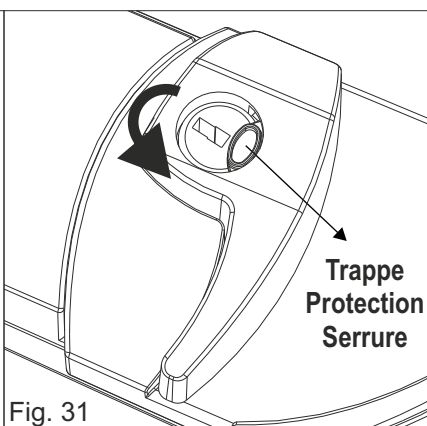

Fig. 31
- 1) Tournez dans le sens inverse des aiguilles d'une montre la trappe de protection de la serrure (Fig. 31)